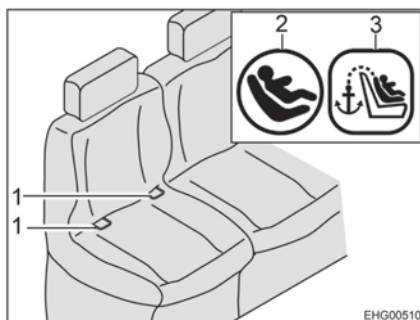
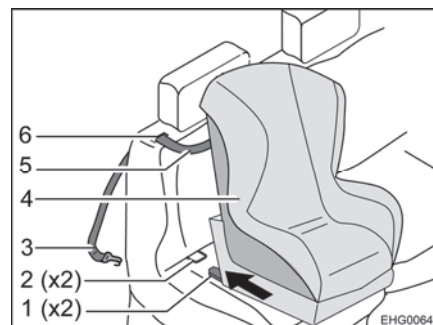

Bild 14 Stol med Isofix
Bild 15 Fastsättning med övre hållrem
- För den övre hållremmen (Bild 15,5) genom skåran (Bild 15,6) i ryggstödet dyna (bredvid nackstödet).
- Haka fast fästkorkarna (Bild 15,3) på förankringspunkten på baksidan av nackstödet på fordonssitsen.
- Låt låsarm (Bild 15,1) i fästbygel (Bild 14,1 och Bild 15,2) klicka på plats. Ett tydligt klickande ljud ska höras.
- Kontrollera med ett kraftigt ryck om barnstolen (Bild 15,4) sitter fast.